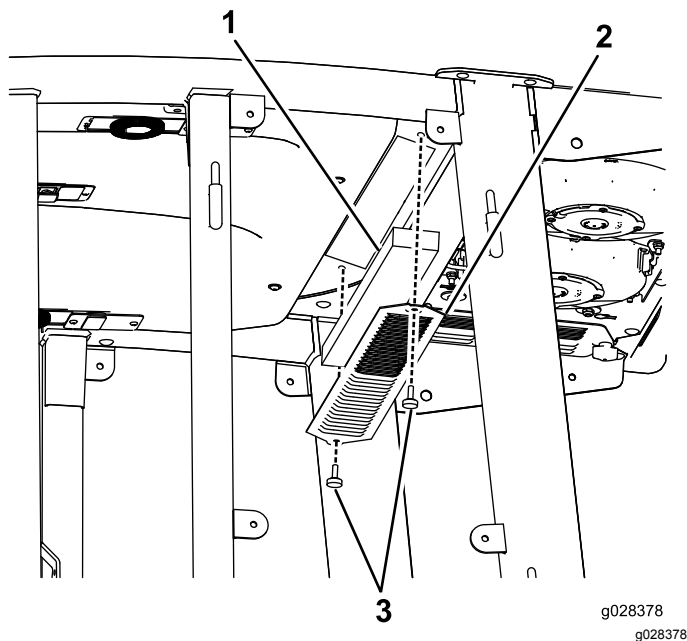
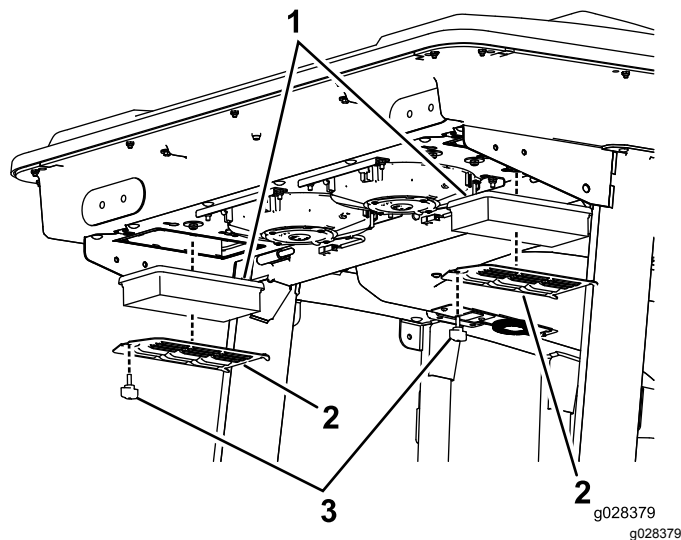
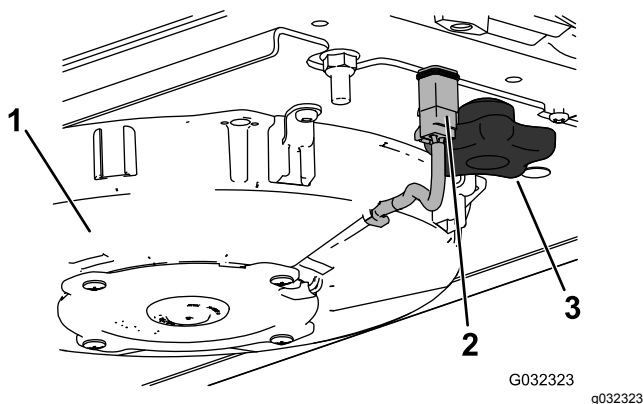
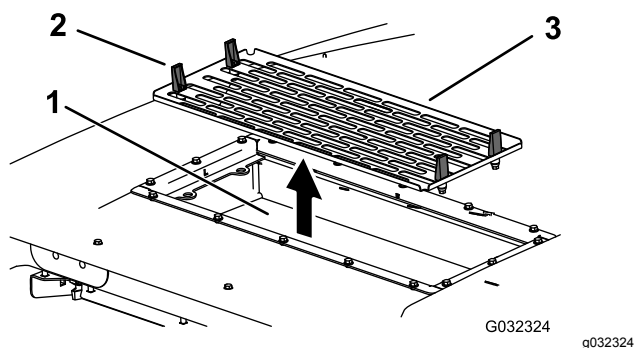

Figure 117
Figure 118
Figure 119
Figure 120
1. Retirez les vis et les grilles des filtres à air intérieur et arrière de la cabine (Figure 117 et Figure 118).
- 5. Déposez les filtres à air (voir Figure 118).
- 7. Reposez les filtres à air, la grille et le ventilateur (Figure 118, Figure 119 et Figure 120).
- 8. Rebranchez le câble de chaque ventilateur (Figure 119).